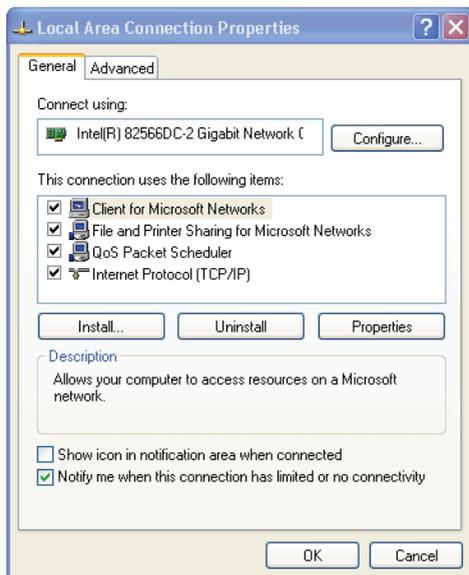

Рис. 5. Окно свойств локального подключения
4. Выберите **Internet Protocol (TCP/IP) (Протокол Интернета)** (см. рис. 5).